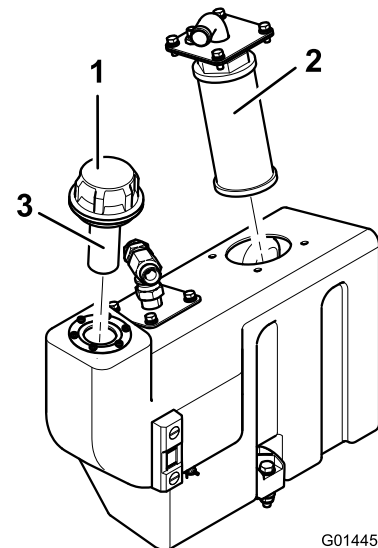

Bild 75
1. Nehmen Sie den Saugflansch des Ölbehälters ab, um an das Saugsieb zu gelangen (**Bild 75**).
2. Schrauben Sie das Sieb ab, nehmen Sie es heraus und reinigen Sie es mit Paraffin oder Petroleum, bevor Sie es wieder einsetzen (**Bild 75**).